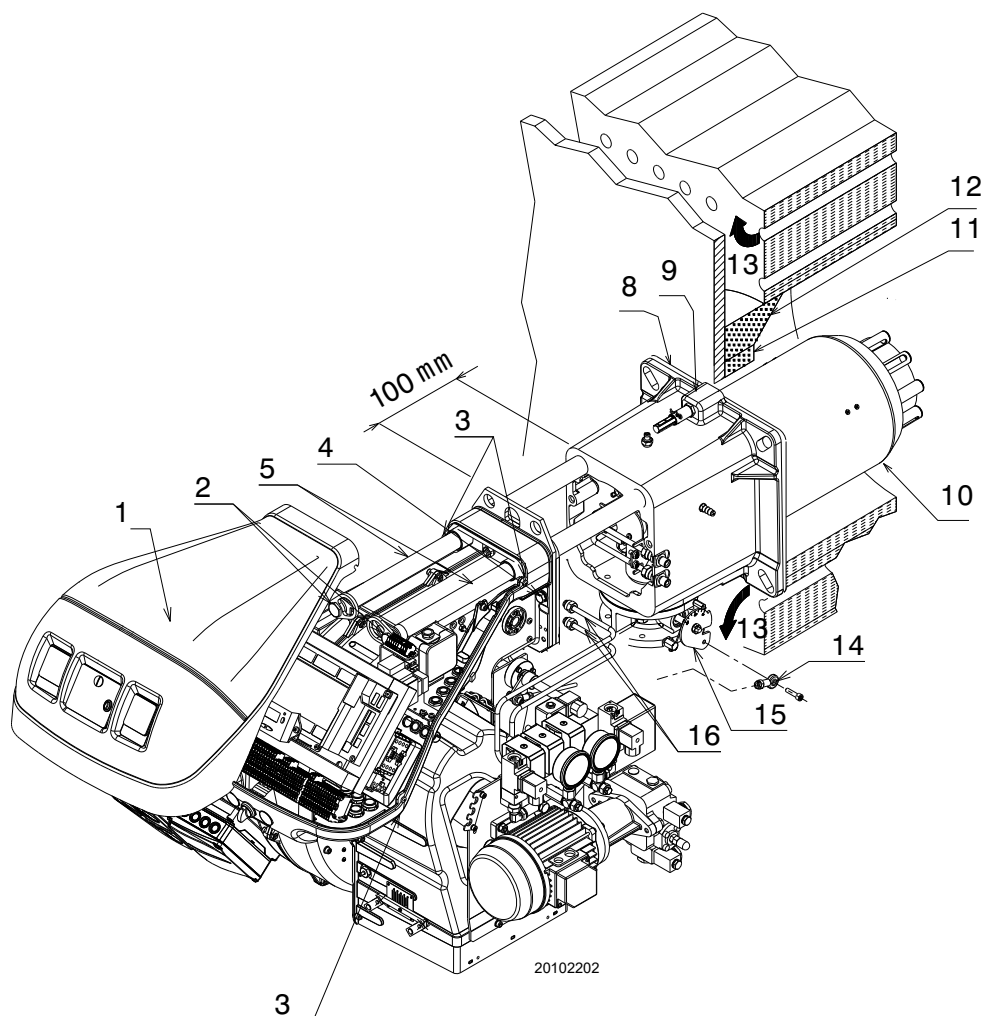

Fig. 16
Pentru centralele cu trecere frontală a gazelor arse (Fig. 16) sau cu cameră de flacără inversă, o căptușeală refractară (11), între căminul refractar (12) și duza (10).
Apoi separați capul de combustie de restul arzătorului, (Fig. 16). Pentru a face acest lucru, procedați după cum urmează:
- reasamblați arzătorul pe ghidaje 3) la aproximativ 100 mm de manșon 4) - arzătorul în poziția ilustrată de Fig. 16;